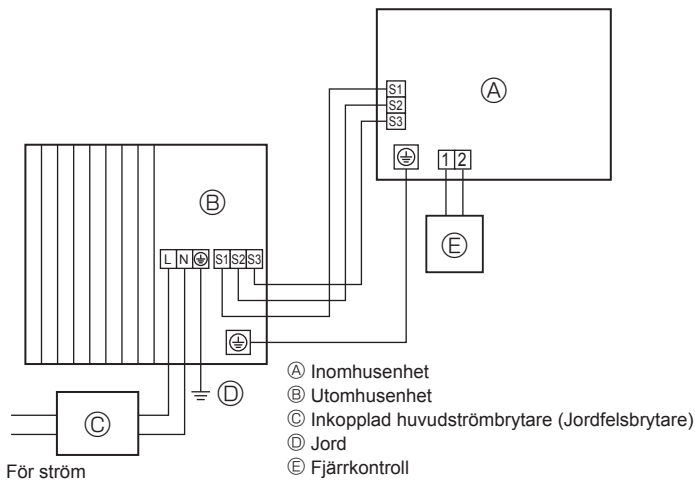
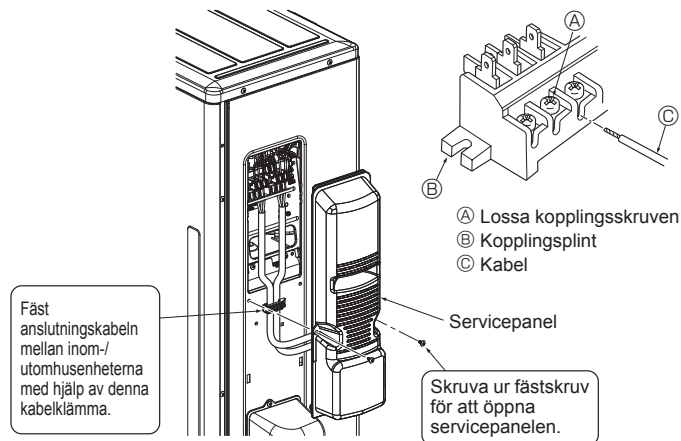
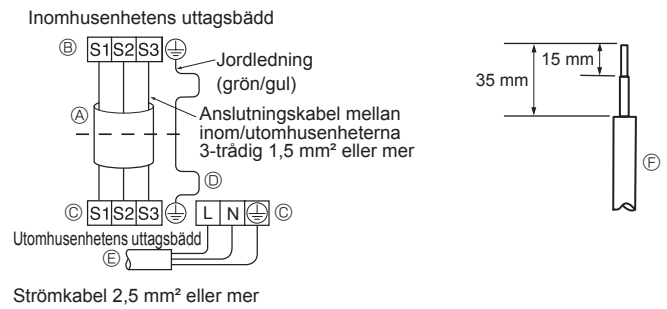

Fig. 6-1
Fig. 6-3
Fig. 6-2
6.1. Utomhusenhet (Fig. 6-1, Fig. 6-2, Fig. 6-3)
- ① Avlägsna servicepanelen.
- ② Anslut kablar med hänvisning till Fig. 6-1, Fig. 6-2, och Fig. 6-3.
- Utför ledningsdragningen enligt diagrammet till vänster. (Köp in kabeln lokalt) (Fig. 6-2)